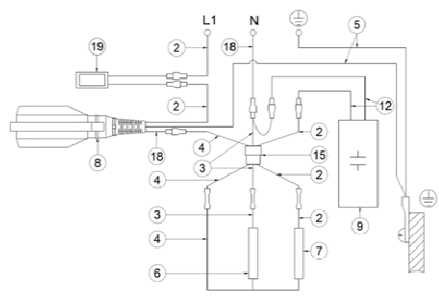

Fig.1
- L'électropompe est équipée d'un protecteur thermo-ampérométrique à réarmement manuel. (Fig.1)